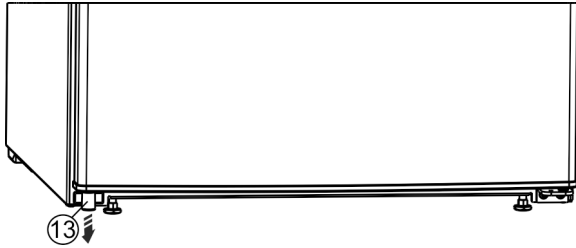

Fig. 13 *
- ▶ Извадете дистанционния елемент Fig. 13 (13) от вратата долу вляво.*